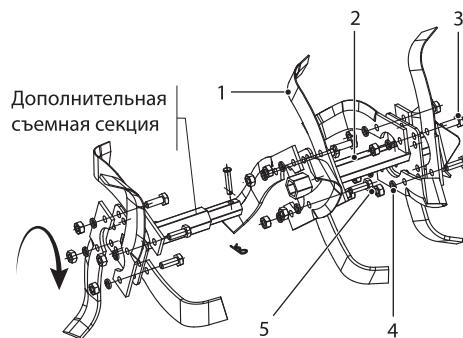
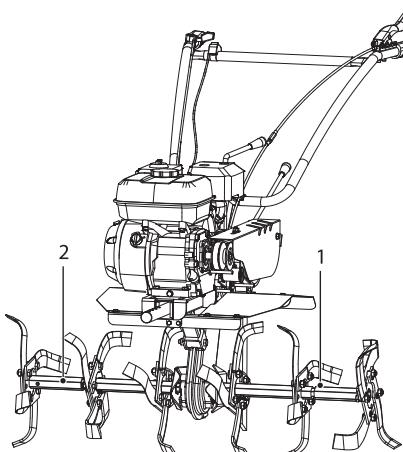

Рис. 10
Рис. 11
Схема сборки правой фрезы показана на рис. 10. Фреза разборная, состоит из двух секций: одноручьевая и двухручьевая. Левая собирается зеркально.
Последовательно установите ножи 1 на фланцы 2 оси фрезы (рис. 10) (устанавливайте ножи таким образом, чтобы заточенные поверхности ножей при работе вращались вперед) и надежно закрепите их с помощью болтов 3, шайб 4 и гаек 5. Фрезы необходимо собирать правильно, т.е. каждый последующий набор ножей (ручьей) должен идти со смещением на 30°, образуя пространственную спираль. Данная схема позволяет равномерно распределять нагрузку на двигатель при вращении вала. Левая (1) и правая (2) фреза собираются симметрично относительно друг друга (рис. 11).